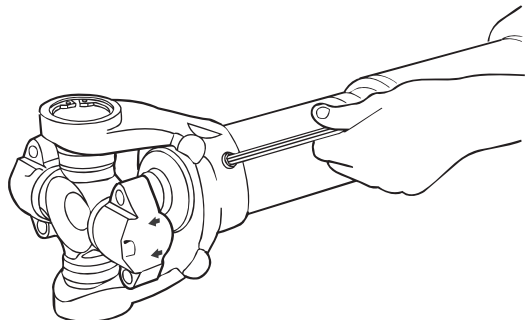

Figura 4.27
10. Use una llave Allen para reinstalar el tapón de grasa. Figura 4.27.